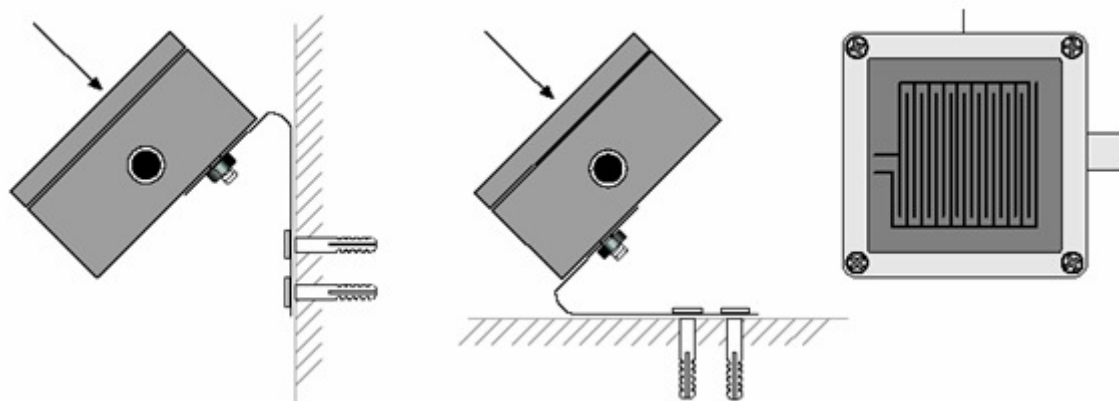

Рисунок 1
Надпись 'АТ013' всегда должна быть на **нижней стороне**, а втулка кабеля всегда должна смотреть **вправо**. См. рисунок 1.
- Используйте 4 винта для монтажа скобы в необходимом месте. (См. рисунок 1).
- Вкрутите оба винта из нержавеющей стали в монтажные отверстия на корпусе датчика дождя (См. рисунок 1 на стр.9) Продолжайте вкручивать их в отверстия на монтажной скобе.